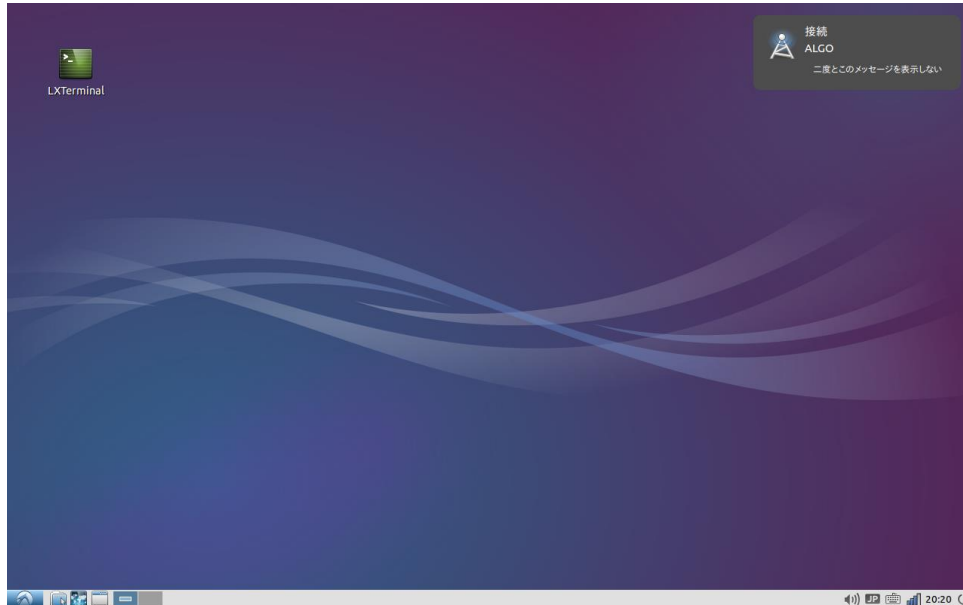

図 2-5-3. 接続成功
- ③接続に成功すると、図 2-5-3 のように、デスクトップ右下のネットワークアイコンが  から  に変換し、画面右上に接続成功の表示が現れます。（通信状況によってネットワークアイコンは変化します。）